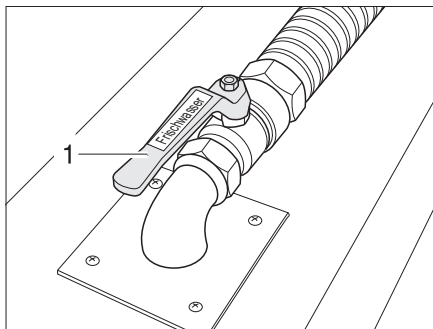

Fig. 226 Robinet de vidange dans le double plancher
Le robinet de vidange (Fig. 226,1) est monté dans le double plancher. Le robinet de vidange est désigné par l'inscription "Frischwasser" (eau fraîche).
- Ouvrir le robinet de vidange (Fig. 226,1). L'eau s'écoule.